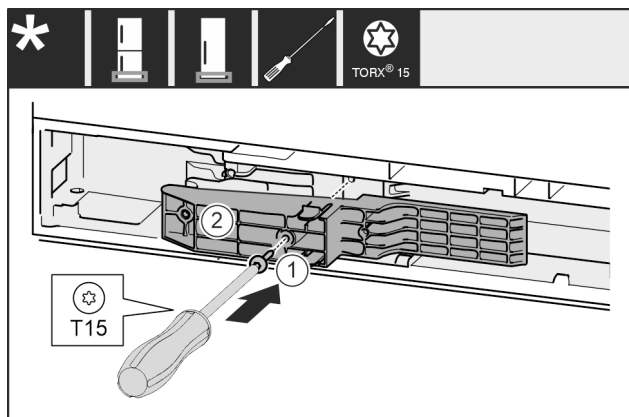

Fig. 67 \*
- ▶ Adaptér Fig. 67 (1) na straně rukojeti vložte do výklenku.\*
- ▶ Šroubovákem šroub Fig. 67 (2) pevně utáhněte.\*